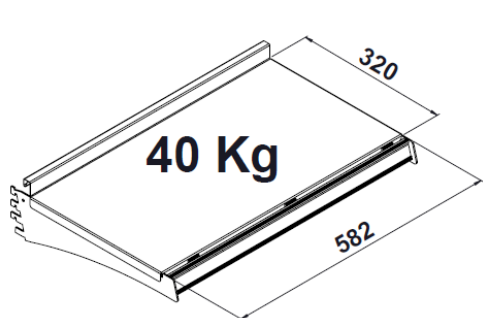
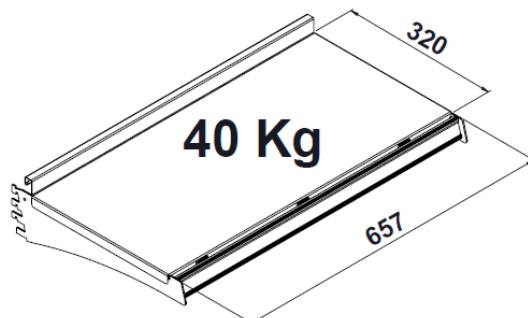
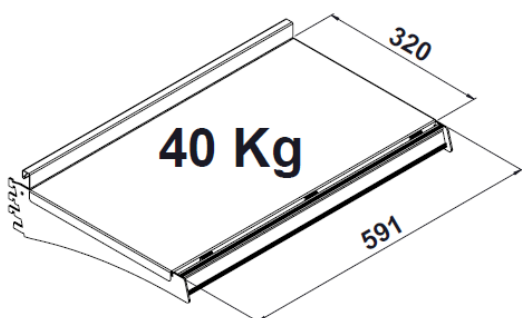
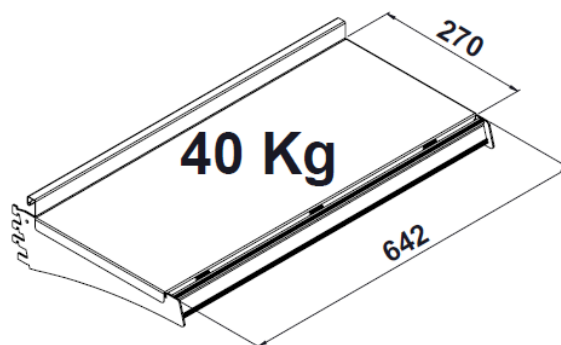

Figura 13: Prateleira 582x320 mm
Figura 14: Prateleira 657x320 mm
Figura 15: Prateleira 591x320 mm
Figura 16: Prateleira 642x270 mm
- 2 - Informamos que a mercadoria a ser exposta deve ser uniformemente distribuída pela prateleira. A carga máxima indicada para a prateleira de 582x320 mm é de 40 kg conforme Figura 13 e para a prateleira de 657x320 mm a carga máxima é de 40 kg conforme Figura 14 e para a prateleira de 591x320 mm a carga máxima é de 40 kg conforme Figura 15 e para a prateleira de 642x270 mm a carga máxima é de 80 kg conforme Figura 16.